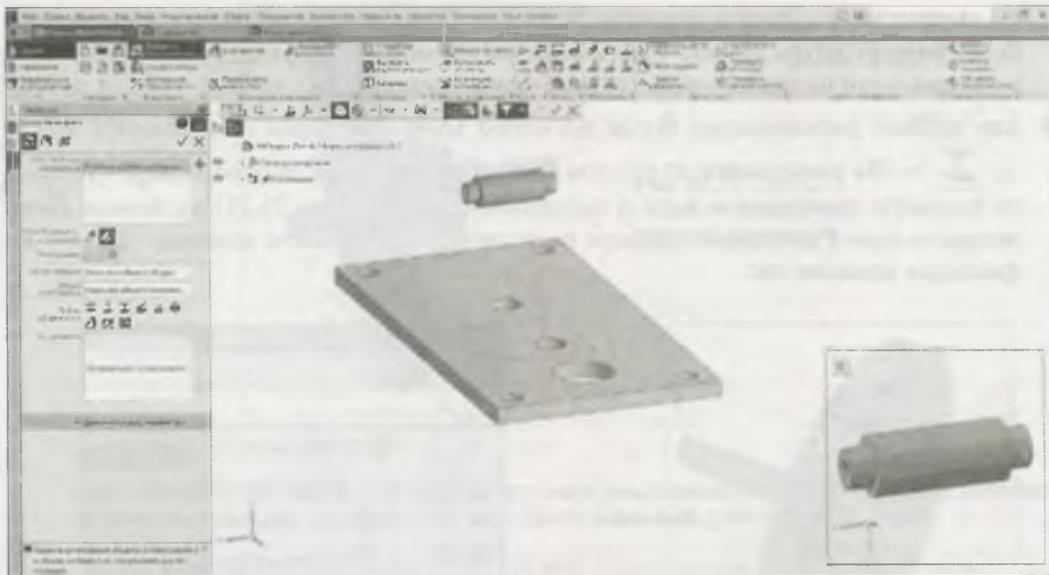

Рис. 25.20. Окно в режиме вставки компонента
- ◆ на панели **Параметры** нажмите кнопку  — **По сопряжениям**, где появилась группа **Выбор сопряжения**, а на экране — дополнительное окно (рис. 25.20);